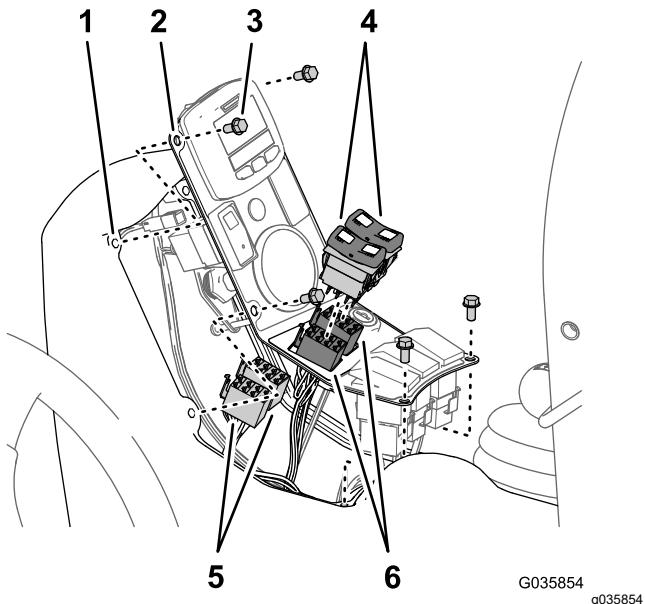
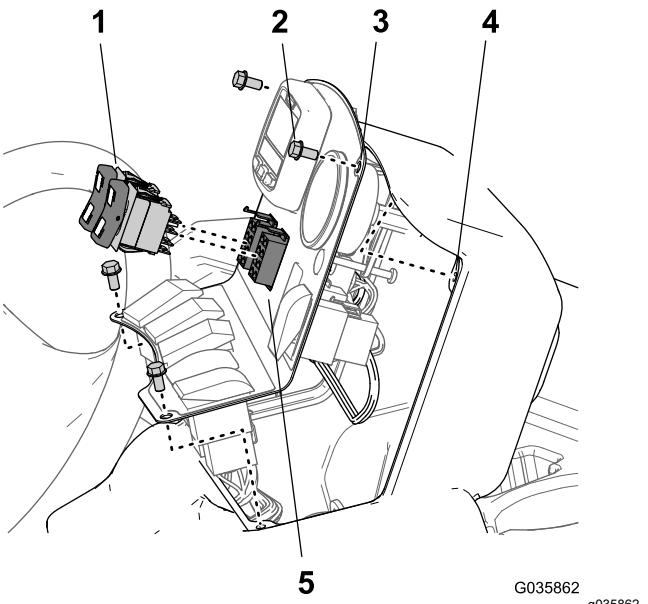

Figura 37
Figura 38
- Rimuovete i 4 bulloni a testa flangiata ($\frac{1}{4}$ " x $\frac{1}{2}$ ") che fissano il pannello dell'interruttore alla consolle centrale e sollevate il pannello (Figura 37 o Figura 28).
2. Scollegate i connettori a 8 prese del cablaggio preassemblato della macchina dagli interruttori di sollevamento delle barre (Figura 37 o Figura 38).
3. Collegate gli interruttori a bilanciere ai connettori a 8 prese del cablaggio preassemblato del kit di finitura Ultra Sonic Boom (Figura 37 o Figura 38).
5. Allineate i fori nel pannello dell'interruttore con il telaio della consolle (Figura 37 o Figura 38).
$\frac{1}{2}$ ") (Figura 37 o Figura 38) che avete rimosso al passaggio 1.